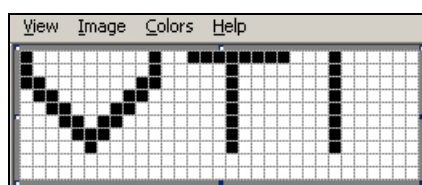

Figura 5-46. Logotipo creado en Microsoft Paint
- 6 Cree el logotipo necesario en la página (consulte la Figura 5-46).